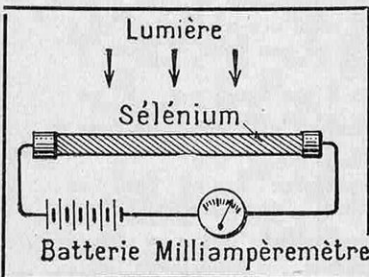
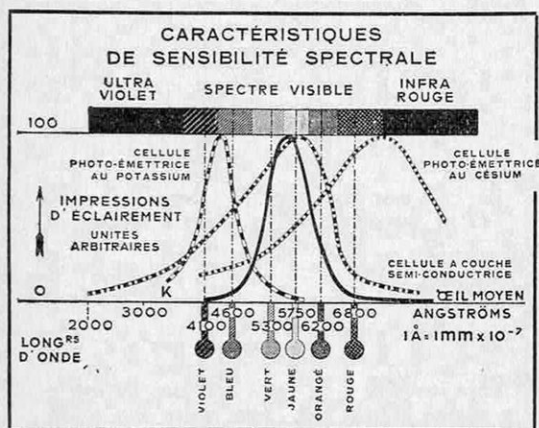

FIG. 2. — REPRÉSENTATION SCHÉMATIQUE D'UNE CELLULE PHOTORÉSISTANTE AU SÉLÉNIUM
FIG. 4. — SENSIBILITÉS DES DIVERSES CELLULES SUIVANT LES RADIATIONS
Les cellules photorésistantes, construites comme le montre la figure 2, sont particulièrement sensibles aux radiations de grandes longueurs d'onde, de l'ordre de 7.000 à 8.000 angströms (1) — rouge et rouge sombre (fig. 4). Avec les cellules au thallium, et grâce à certains artifices, on est parvenu à placer le maximum de sensibilité vers 11.000 angströms, soit dans l'infrarouge que l'œil humain ne peut percevoir.
Parmi ces cellules à couche d'arrêt, certaines, dont le semi-conducteur est à base de sélénium, présentent un intérêt particulier, car elles ont à peu près la même sensibilité spectrale que l'œil humain, avec un maximum, dans le jaune, entre 5.500 et 6.000 angströms. Elles pourront donc être utilisées avantageusement en photométrie, pour la comparaison et l'étude des sources lumineuses (fig. 4).
La sensibilité des cellules photoémettrices, qui varie avec la longueur d'onde de la lumière, dépend essentiellement de la nature de la couche sensible. Elle diffère toujours beaucoup de celle de l'œil humain. Ainsi les cellules au potassium ont leur maximum de sensibilité dans le bleu, celles au césium dans le rouge et l'infrarouge (fig. 4). La position de ce maximum semble dépendre surtout de la présence d'impuretés dans la couche sensible, surtout des gaz qu'elle peut fixer et, en particulier, de l'hydrogène. Actuellement, on soumet les cathodes de métaux alcalins à une décharge lumineuse dans l'hydrogène. Il se forme alors des hydrures plus ou moins compliqués, la couche de potassium prenant une couleur bleu-vert, celle de sodium une